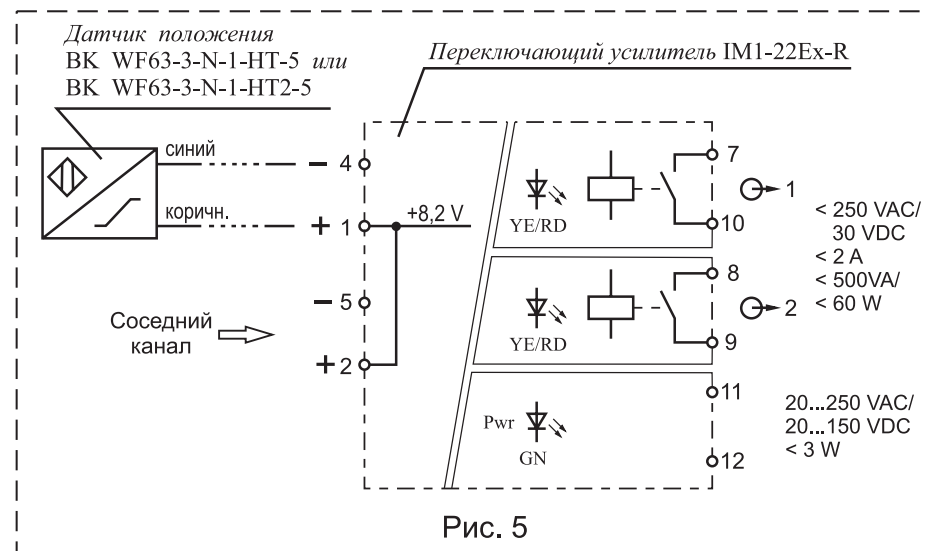

Рис. 5
4.4 Электрический монтаж датчика положения и переключающего усилителя производится в соответствии со схемой рис. 5 и руководством по эксплуатации на датчик положения и переключающий усилитель. Выходное реле переключающего усилителя открывается при срабатывании клапана.